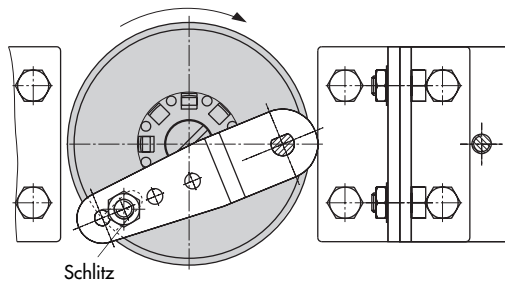

Bild 8 · Anbau an Schwenkantriebe
1. Mitnehmer (3) auf die geschlitzte Antriebswelle bzw. das Distanzstück (5) aufstecken.
2. Kupplungsrad (4) mit flacher Seite zum Antrieb hin auf den Mitnehmer (3) stecken. Dabei den Schlitz so ausrichten, dass er bei Schließstellung des Ventiles mit der Drehrichtung nach Bild 8 übereinstimmt.
4. Die beiden unteren Winkel (10.1) je nach Antriebsgröße mit Abwinkelung nach innen oder außen am Antriebsgehäuse festschrauben. Obere Winkel (10) ansetzen und verschrauben.
5. Anschlussplatte (6) bzw. Manometerhalter (7) mit Manometern am Stellungsregler montieren, auf richtigen Sitz der beiden Runddichtringe achten.
6. Am Hebel **M** (1) des Stellungsreglers den Standard-Abtaststift (2) heraus-schrauben. Den blanken Abtaststift ($\varnothing 5$) aus dem Anbausatz verwenden und in der Bohrung für Stiftposition **90°** fest verschrauben.
7. Stellungsregler auf die oberen Winkel (10) aufsetzen und festschrauben. Dabei den Hebel (1) so ausrichten, dass er unter Berücksichtigung der Drehrichtung des Antriebes mit seinem Abtaststift in den Schlitz des Kupplungsrades (4) eingreift (Bild 8). Es muss in jedem Fall gewährleistet sein, dass bei halben Drehwinkel des Schwenkantriebes der Hebel (1) parallel zur Längsseite des Stellungsreglers steht.